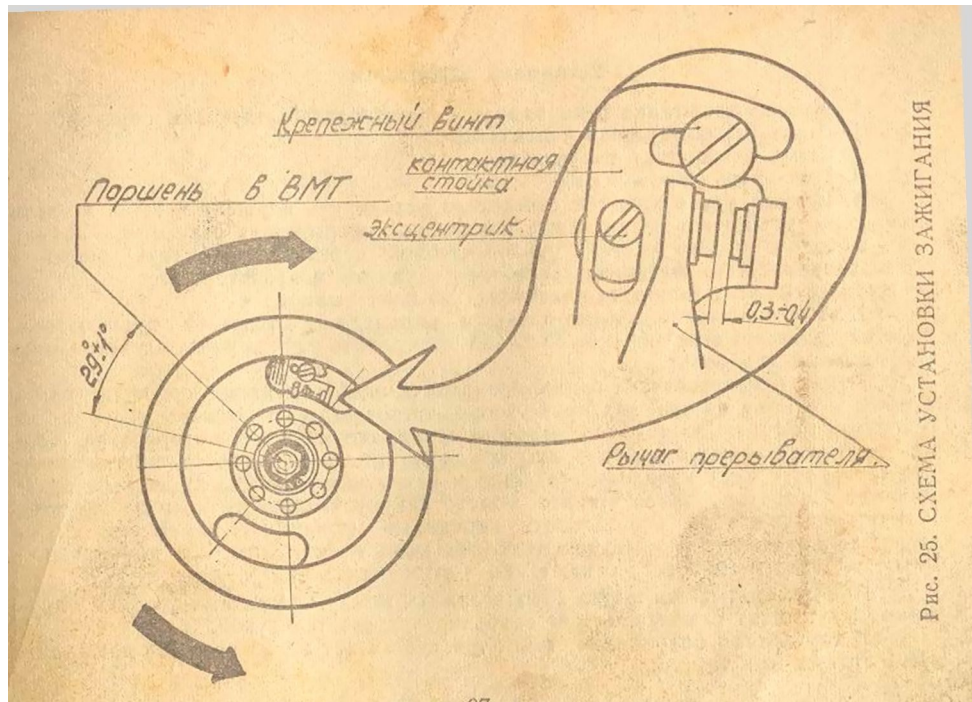

Рис. 25. СХЕМА УСТАНОВКИ ЗАЖИГАНИЯ
- в) Повернуть основание таким образом, чтобы получить нужное опережение зажигания. (См. рис. 25).